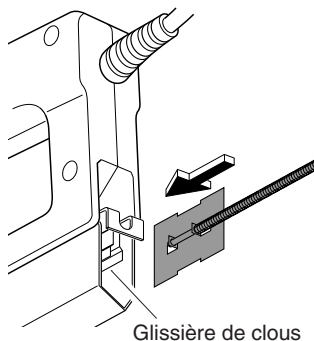

Figure 5
- Remettre le pousse-clou dans le magasin. Pour ce faire, introduire le côté métallique plat du pousse-clou dans la glissière de clous (voir la figure 5). Enfoncer le pousse-clou jusqu'au bout dans le magasin. Appuyer le côté à crochet du pousse-clou vers le haut et le verrouiller au magasin.